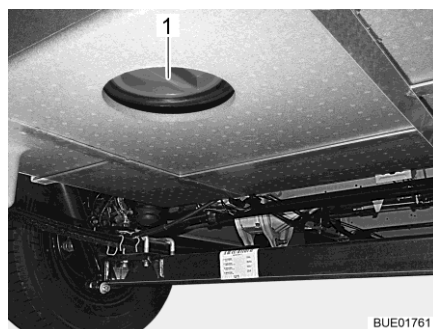

Fig. 308 Apertura per la pulizia (serbatoio delle acque grigie)
- A questo scopo aprire l'apertura per la pulizia (Fig. 308,1) per il serbatoio delle acque grigie e il rubinetto di scarico.